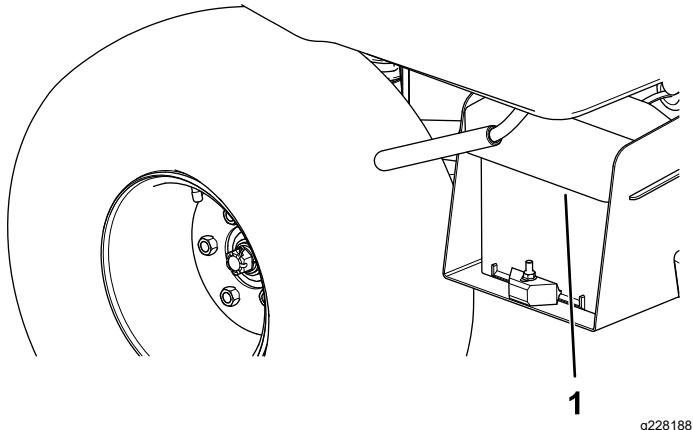

Figure 4
1. Appuyez de chaque côté du couvercle de la batterie pour dégager les pattes de la base de la batterie (Figure 4).
2. Déposez le couvercle de la base de la batterie (Figure 4).
6. Alignez le couvercle de la batterie sur la base de la batterie (Figure 4).
7. Serrez le couvercle de la batterie, alignez les pattes sur la base de la batterie et dégarez le couvercle de la batterie (Figure 4).